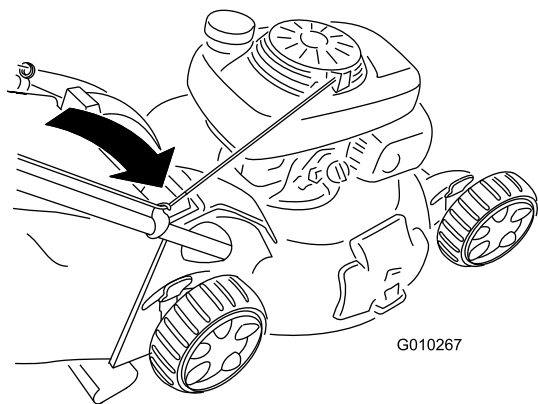

Рисунок 28
2. Проложите трос стартера вокруг нижней направляющей троса (Рисунок 28).